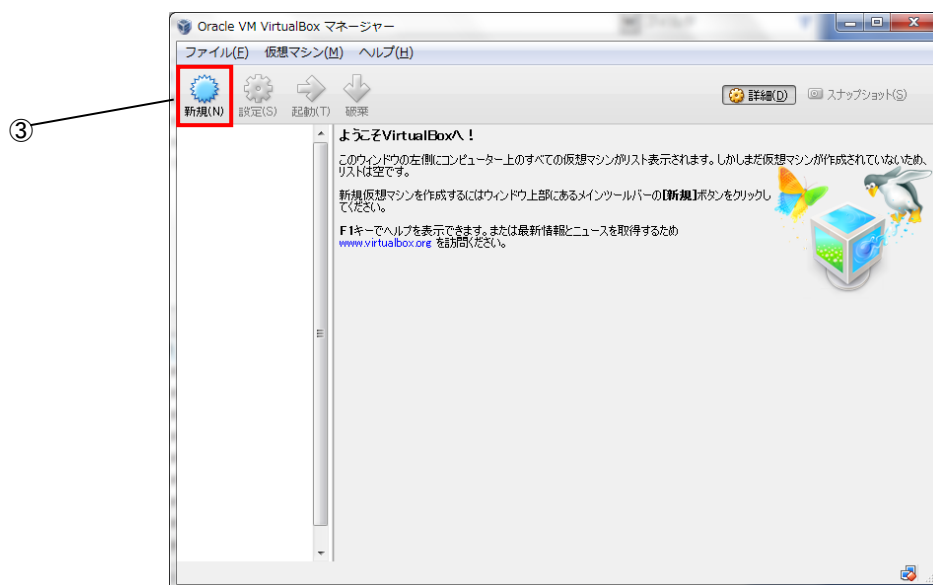

図 3-2-4-2. VirtualBox メイン画面
- ④ 図 3-2-4-3 のマシン名と OS 種類選択画面に変わるので、[名前(N)]には[Algonomix4\_development]と入力します。
- ⑤ [OS タイプ(T)]では[Linux][Ubuntu(32bit)]を選択します。
- ⑥ [次へ(N)]をクリックします。